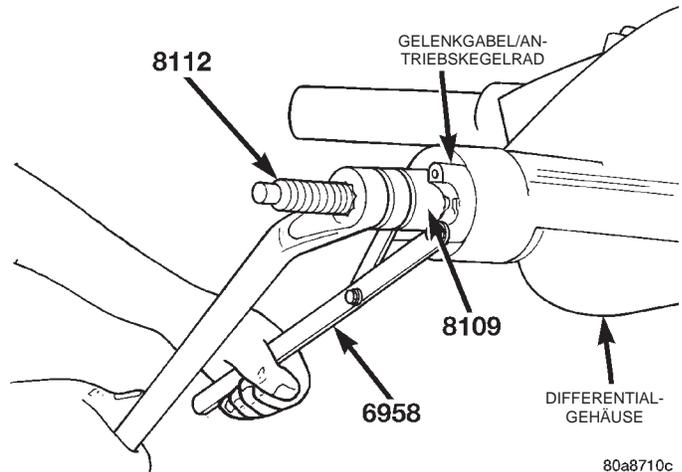

Abb. 9 Gelenkgabel des Antriebskegelrads anbauen
(2) Gelenkgabel mit Einbauwerkzeug 8112, Treiber 8109 und Haltegriff 6958 auf der Welle montieren (Abb. 9).